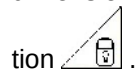

Fig. 120
1. Descendez le paquet de rampes replié en utilisant le réglage de hauteur, (fonction ) , jusqu'à ce que le blocage automatique au transport (Fig. 120/1) verrouille le paquet de rampes (la distance du bord inférieur du support de rampe au bord inférieur de rampe n'est plus que de 30 cm environ).
Fig. 120 montre le blocage au transport verrouillé